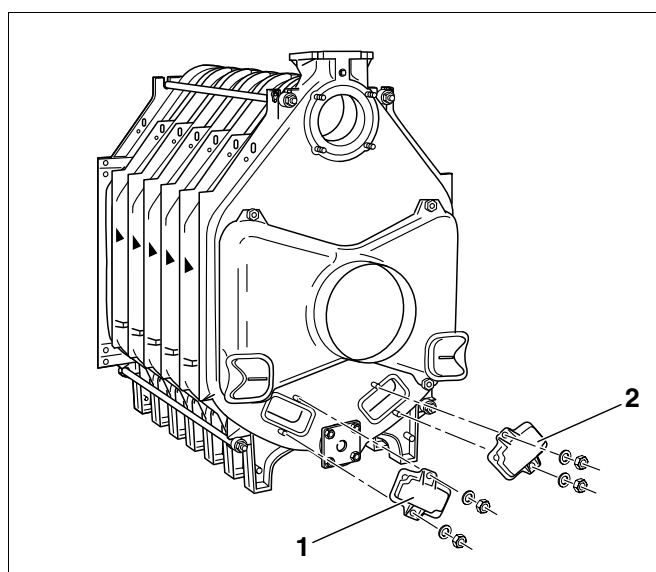

Fig. 30 Montering av rengjøringsdeksel
- Skru rengjøringsdekslene på bakelementet igjen ved hjelp av underlagsskiver og mutre (Fig. 30, **Pos. 1** og **2**).